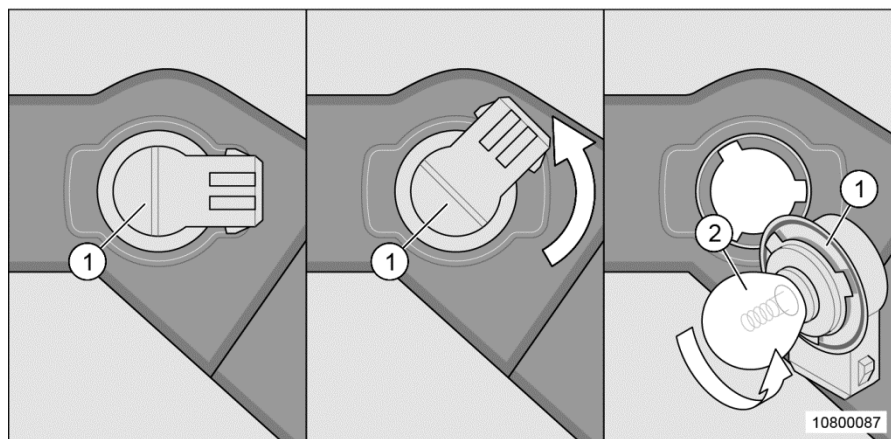

Fig. 175 Remplacement de l'ampoule du clignotant
Si, en remplaçant l'ampoule au niveau de l'éclairage avant (Fig. 175), on travaille avec un outil non approprié ou si le câble est trop sollicité, il y a risque de détérioration.
1. Tourner le culot (Fig. 175/1) dans le sens anti-horaire jusqu'en butée.
2. Retirer prudemment le culot (Fig. 175/1) en veillant à le tenir bien droit.
3. Pousser l'ampoule défectueuse (Fig. 175/2) dans le culot, la tourner dans le sens anti-horaire (fermeture à baïonnette) et la retirer.
4. Insérer la nouvelle ampoule (Fig. 175/2) dans le culot, l'enfoncer et la tourner dans le sens horaire.